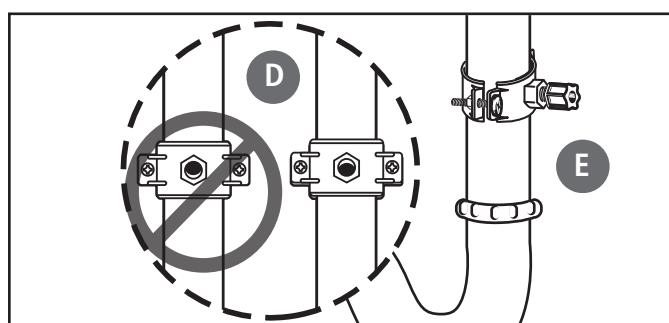

Figure 9
- D) Assurez-vous que le joint en caoutchouc noir adhère à l'intérieur de la pince de vidange et placez l'assemblage de la pince de vidange sur le trou qui a été percé. Regardez par le trou et positionnez la pince de manière à ce que le centre du trou de la pince soit légèrement au-dessus (environ 1/16 po) du centre du trou qui a été percé (Figure 9). Serrez complètement la pince.